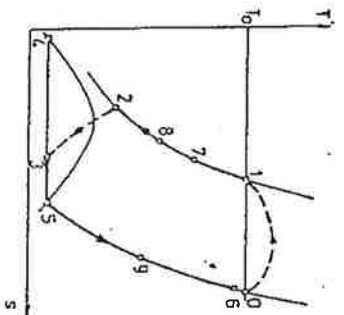

Figura 3 Ciclo de Linde no diagrama temperatura-entropia.
3. A figura 2a e 2b mostra uma planta de liquefação de ar que opera segundo o ciclo Linde e o ciclo de Linde com resfriamento auxiliar. A figura 3 apresenta os processos associados aos equipamentos em um diagrama T-s. O processo de compressão 0-1 é mostrado sem explicitar o número de estágios de compressão-refrigeração. Os estados 0-6 correspondem aos fluxos existentes no ciclo simples, enquanto que os estados 7-9 são considerados para o processo com refrigeração externa auxiliar que será analisada posteriormente. Analise comparativamente estes dois sistemas.